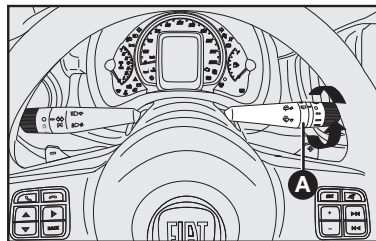

fig. 68
## Limpador/lavador do vidro traseiro - fig. 68 e 69
- 1) Girar a empunhadura **A-fig. 68** da posição **O** para